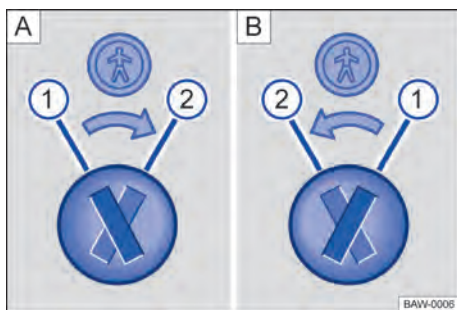

Fig. 39 Trava de segurança para crianças: **A** porta traseira esquerda, **B** porta traseira direita.
Legenda para → Fig. 39:
- Introduzir a haste da chave na ranhura da trava de segurança para crianças para ativar ou desativar → Fig. 39.